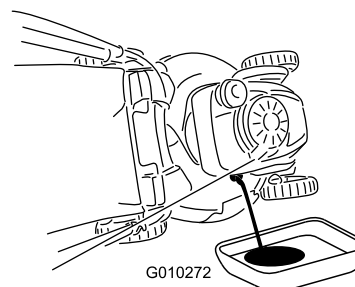

Figura 39
3. Ponga el cortacésped de lado (con el filtro de aire hacia arriba) para drenar el aceite usado a través del tubo de llenado de aceite (Figura 39).